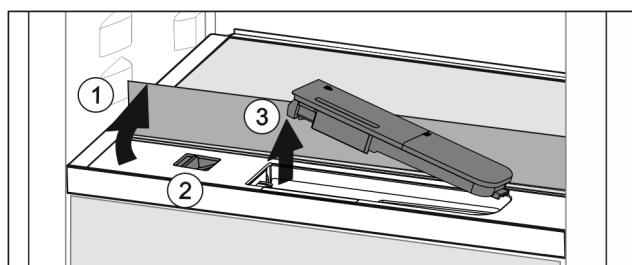

Fig. 127
- Підняти скляну панель і відкинути до упору назад Fig. 127 (1).
- Посуньте повзунок Fig. 127 (2) уліво.
- Вийняти бак для води Fig. 127 (3).